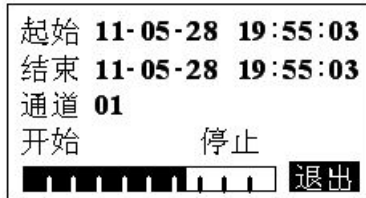

图 23 打印组态
- 打印组态: 在打印机通讯画面中光标选择‘打印’按钮并按确认键可跳到打印画面, 如图 23 所示: